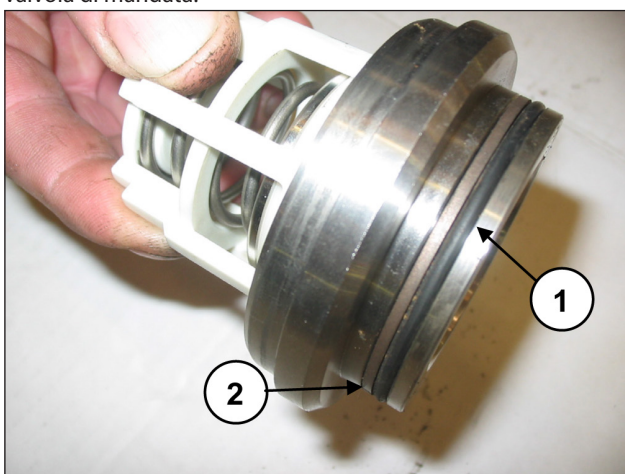

Fig. 123
Montare O-ring, pos. esploso n. 5 (pos. ①, Fig. 123) e anello antiestrusione, pos. esploso n. 15 (pos. ②, Fig. 123) sulla sede e valvola di mandata.